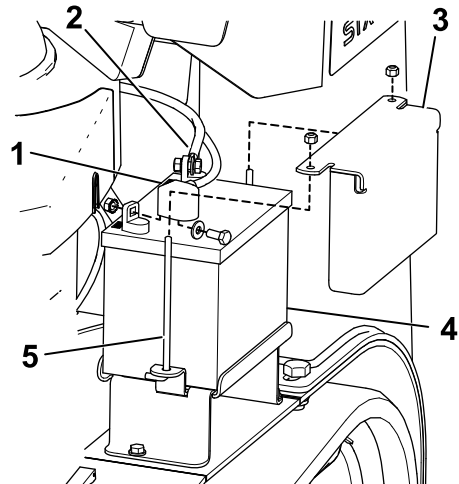

Bild 41
3. Nehmen Sie die Gummiabdeckung vom Minuskabel ab. Klemmen Sie zunächst das Minuskabel vom Minuspol (-) der Batterie ab (Bild 41).
- Ziehen Sie die rote Polkappe vom (roten) Pluspol der Batterie ab. Ziehen Sie dann das (rote) Pluskabel ab (Bild 41).
- Entfernen Sie die Befestigungsplatte, die J-Schrauben und die Sicherungsmuttern, mit denen die Batterie befestigt ist (Bild 41) und nehmen sie heraus.
- Schließen Sie das Pluskabel (Rot) der Batterie mit den vorher entfernten Befestigungen am Pluspol (+) der Batterie an (Bild 41).
- Schließen Sie das Minuskabel (Schwarz) der Batterie mit den vorher entfernten Befestigungen am Minuspol (-) der Batterie an (Bild 41).
- Befestigen Sie die Batterie mit der Stange und den Flügelmuttern (Bild 41).